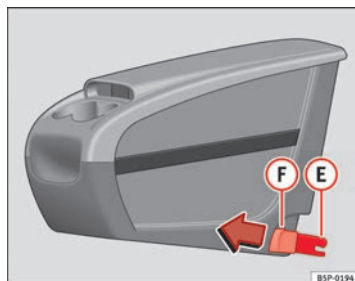
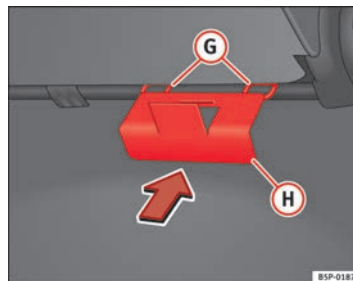

Abb. 112 Zusätzliche Ablage. Montage
Abb. 113 Halteplatte der zusätzlichen Ablage
- Die Halteplatte (H) ⇒ Abb. 113 der zusätzlichen Ablage vom Fahrzeuginnern aus auf der Rückseite des Sitzes befestigen. Sie muss sich zwischen der Lehne und dem Sitzkissen im Bereich des mittleren Rücksitzes befinden.
- Die beiden Befestigungselemente **(E)** ⇒ Abb. 112 zu den beiden Befestigungsringen **(G)** ⇒ Abb. 113 ausrichten und die beiden Klammern vollständig in die Befestigungsringe eindrücken.
- An den Knöpfen ⇒ Abb. 112 **(F)** der Klammern nach vorne ziehen (rote Knöpfe), bis sie hörbar ausgehängt sind.